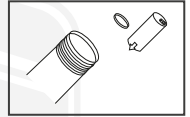

рис. 5
- снять верхнюю крышку устанавливаемой тубы и установить тубу в корпус шприца открытым торцом в сторону штока толкателя (рис.5);